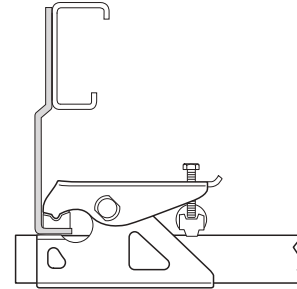
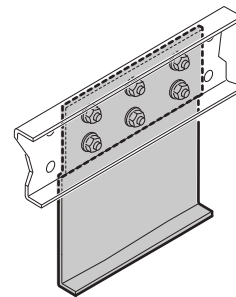

Fig. 8
Fig. 9
- Piastre di montaggio per il livellamento in altezza per telai standard con profilo a L o a U e/o per la sovrapposizione di controventi con sistema di fissaggio standard (Fig. 8) (Fig. 9).